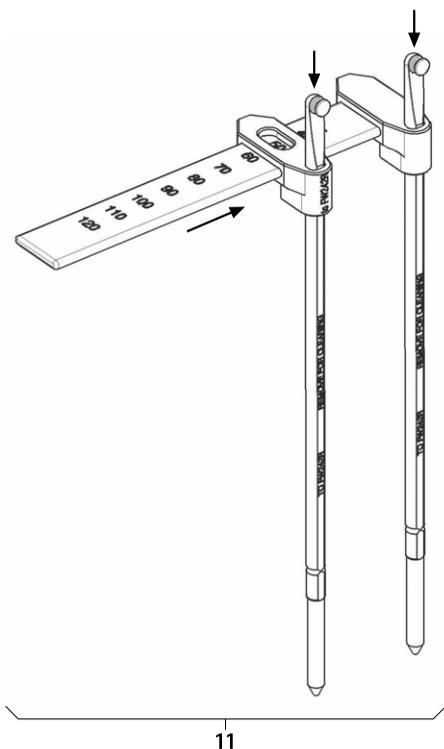

Fig. 16
- Montar o medidor do comprimento de barras 11, ver Fig. 16.